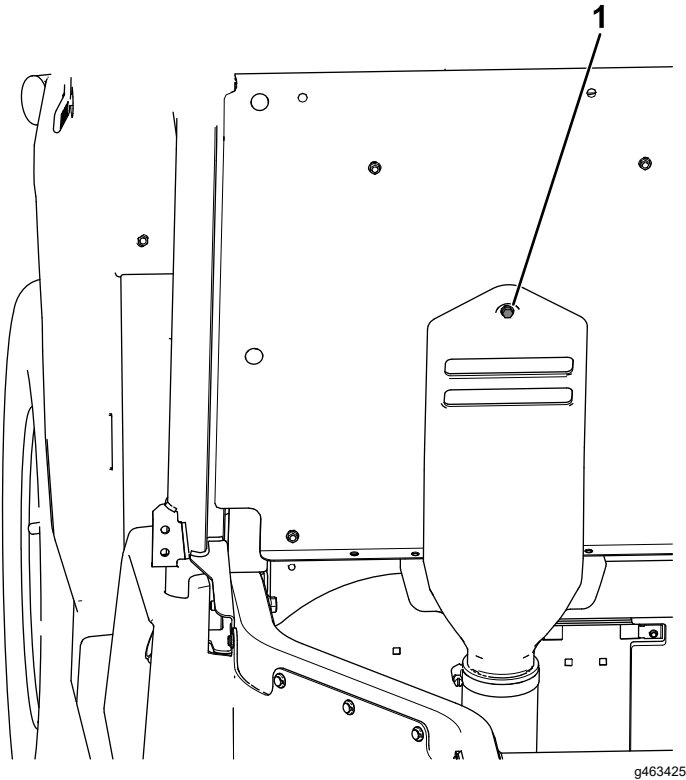

**Figure 28**
- F. Insérez le boulon captif fixé au capot d'admission de CVT dans le trou indiqué du panneau de siège (Figure 28).